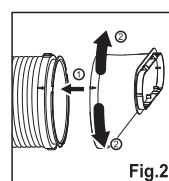

Fig.2
3. Utiliser de la même façon pour raccorder la sortie du flexible et le flexible; (Fig. 2)